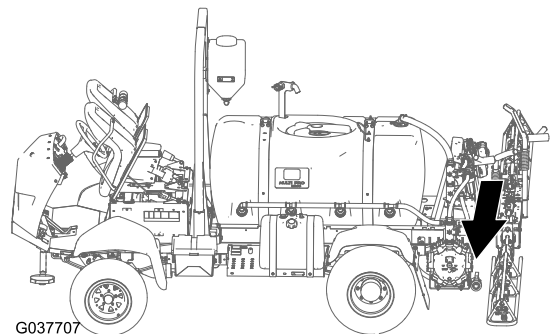
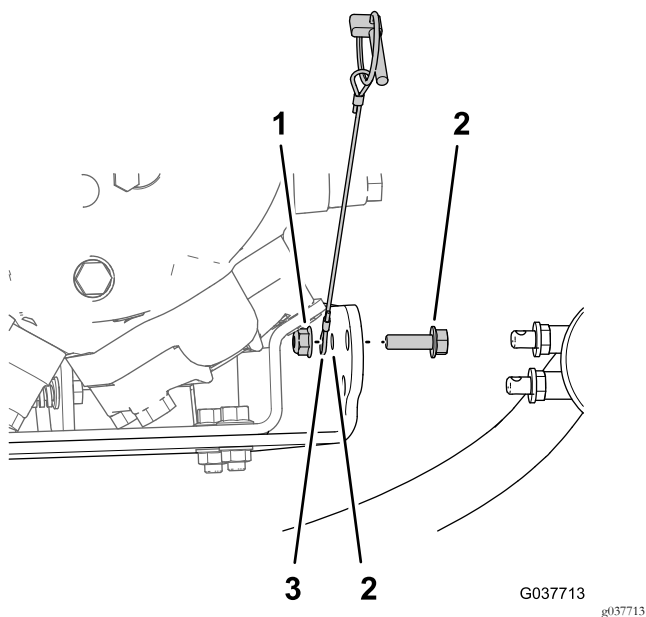

Figura 80
Figura 81
1. Monte o cabo do pino de sujeição, parafuso de cabeça flangeada (5/16 x 1 pol.) e a porca de bloqueio flangeada (5/16 pol.) que removeu no passo 4 de Preparação da máquina (página 5) no furo de 8 mm no canto traseiro exterior do suporte da bomba do pulverizador (Figura 80 e Figura 81).